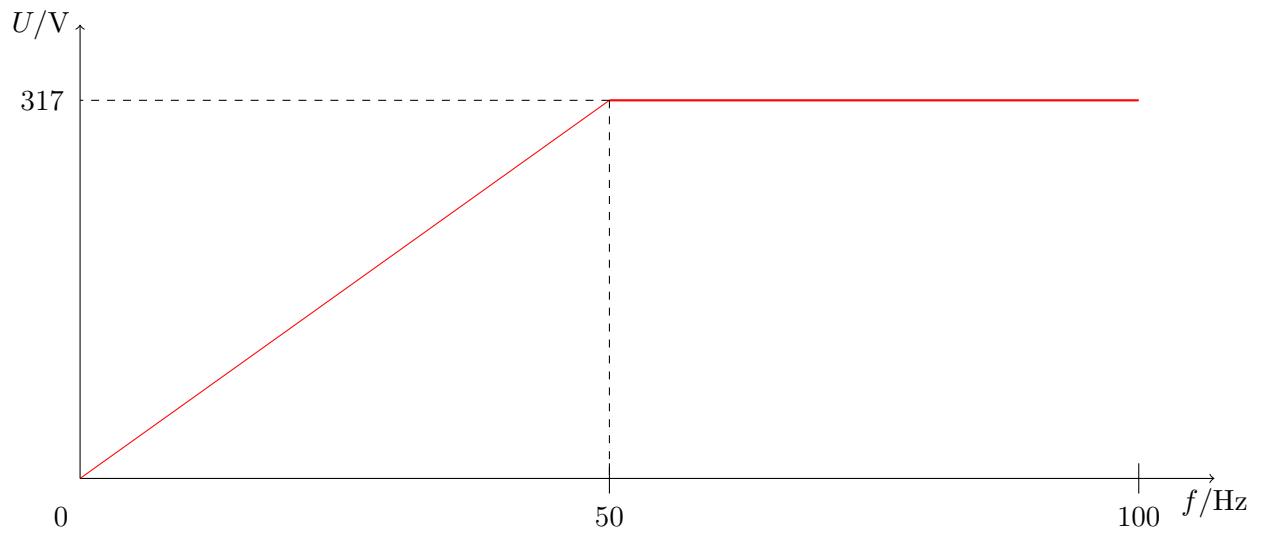

Abbildung 3.1:  $U/f$ -Kennlinie
a) Der Verlauf der  $U/f$ -Kennlinie wird in Abb. 3.1 dargestellt.
a) Da die Kennlinie aus Abb. 3.1 sich auf den Scheitelwert der Strangspannung bezieht, wir aber den Effektivwert der Außenleiterspannung benötigen, muss dieser noch durch  $\sqrt{2}$  geteilt und mit  $\sqrt{3}$  multipliziert werden. Als Faktor wird die Steigung der Kennlinie verwendet